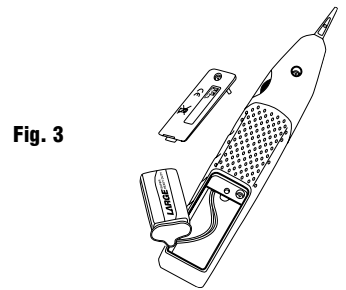

Fig. 3
1. Desatornille el compartimiento de la pila (Vea la Fig. 3).